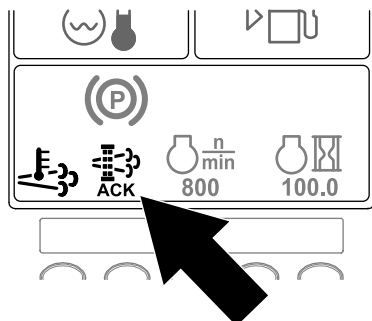

Figura 59
10. El InfoCenter muestra la página de inicio y el icono de reconocimiento de regeneración (Figura 59) aparece en la esquina inferior derecha de la pantalla mientras se procesa la regeneración.